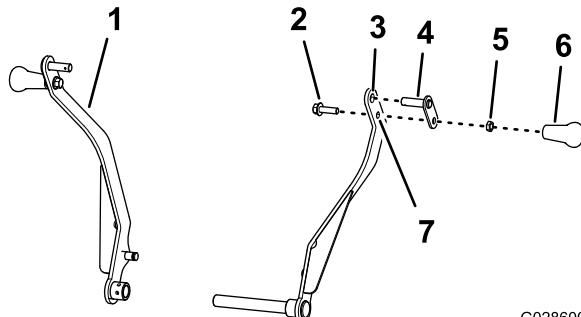

Figura 15
1. Introduzca el pasador de giro a través del orificio superior en el brazo de sujeción (Figura 15).
3. Monte el perno (3/8" x 1 1/4") a través del taladro inferior del brazo de sujeción y la pletina de retención del pasador de giro (Figura 15) con la
- Enrosque el pomo en el perno (3/8" x 1-1/4"), y apriete el pomo contra la contratuerca a mano (Figura 15).
- Repita los pasos 1 a 4 en el otro brazo de sujeción (Figura 15).